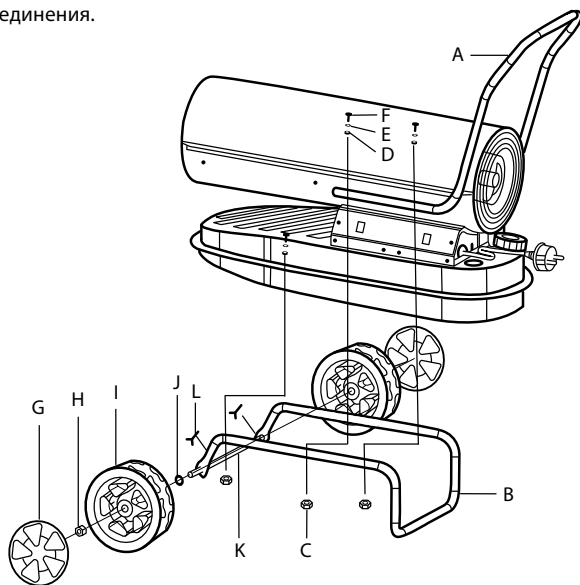

Рис. 3
1. Вставьте вал (К) в соответствующие отверстия ножки (В); вставьте плоскую шайбу $\varnothing 12$ (J) с обеих сторон вала, закрепите колеса (I) на вал (К), закрутите гайки M12 (Н), чтобы зафиксировать колеса на валу; установите крышки колес (G) на колеса (I).
3. Используя болты (F), плоские шайбы (Е), пружинные шайбы (D), гайки (С), закрепите к корпусу тепловой пушки ножку и ручку (как показано на рис. 3).